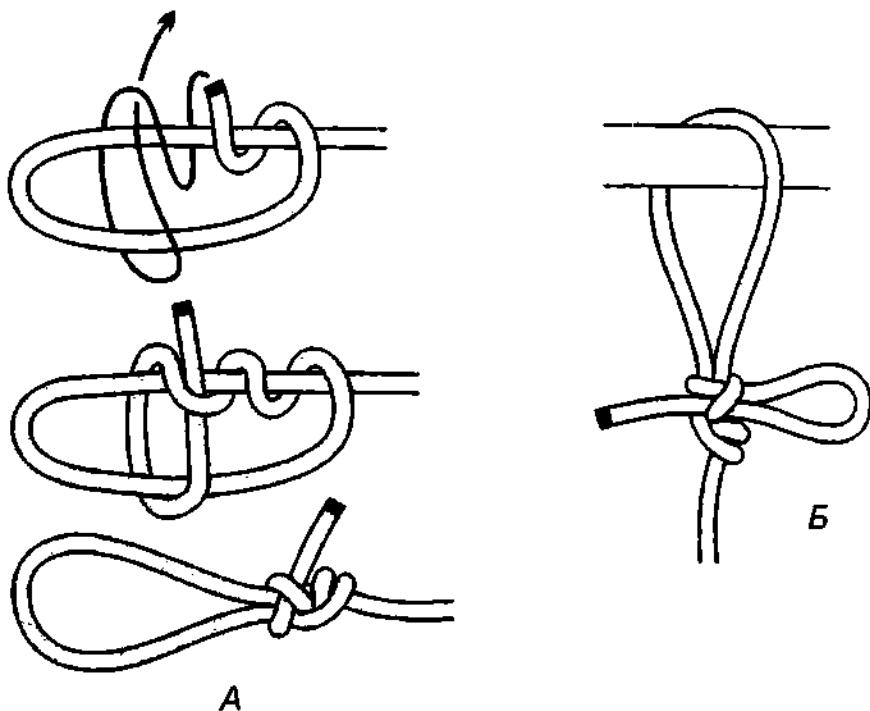

Рис. 400. А – регулируемый захват; Б – быстроразвязывающийся регулируемый захват.
*Регулируемый захват* способен выдержать, не затягиваясь (не изменяя размер петли), значительную нагрузку (рис. 400 А). Размер петли очень легко изменяется, если узел сдвинуть рукой. После завязывания узел необходимо хорошенько затянуть. *Регулируемый захват* лучше всего держит на мягкой верёвке. Для быстрого развязывания, *регулируемый захват* можно связать с петелькой (рис. 400 Б).